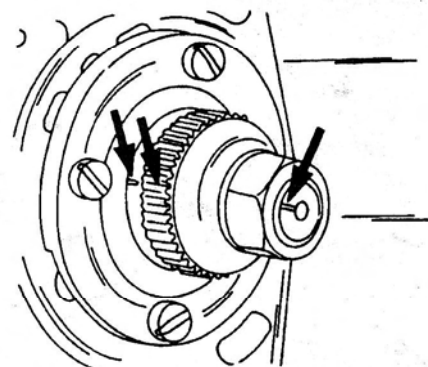

Рис. 320. При надевании новой поводковой шестерни указанные стрелками метки должны совпадать.
- Установить топливный насос высокого давления в положение начала подачи топлива. Для этого повернуть вал насоса до совпадения маркированного промежутка между зубьями поводковой шестерни с меткой на топливном насосе высокого давления (рисунок 320). При легком нажатии на поводковую шестерню влево (в сторону, противоположную направлению вращения) поводковая шестерня отскакивает под давлением кулачка распределительного вала на два зуба назад. После этого с меткой на топливном насосе высокого давления должен совпасть второй зуб.